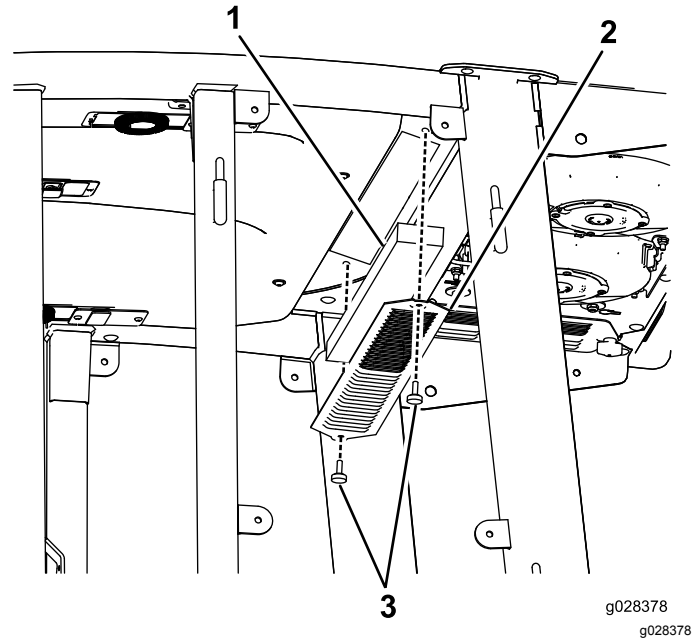
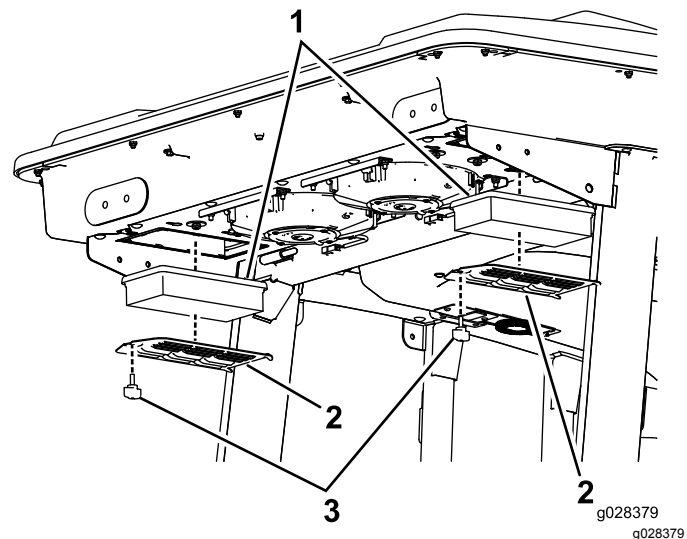
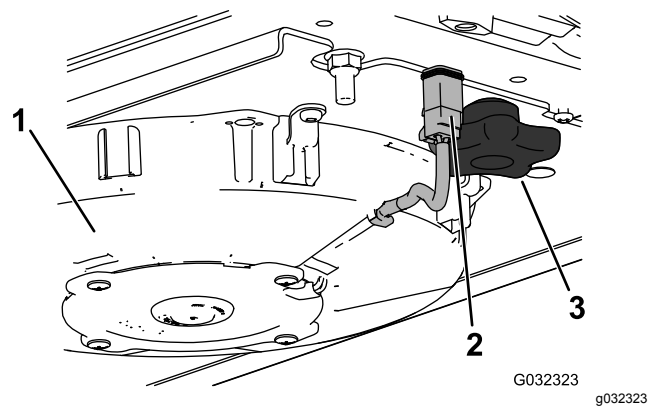
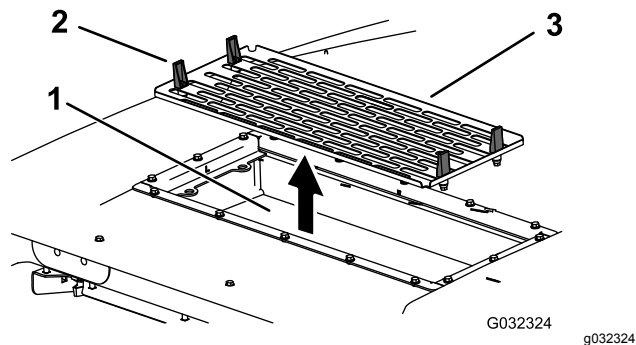

Bild 135
Bild 136
Bild 138
Bild 139
1. Nehmen Sie die Schrauben und Gitter von den internen und hinteren Kabinenluftfiltern ab (Bild 135 und Bild 136).
4. Öffnen Sie die vier Riegel an der Klimaanlage und nehmen Sie das Gitter ab (Bild 139).
2. Schließen Sie das Kabel jedes Lüfters ab (Bild 138).
5. Entfernen Sie die Luftfilter (Bild 136).
7. Bauen Sie Luftfilter, Gitter und Klimaanlage wieder ein (Bild 136, Bild 138 und Bild 139).
8. Schließen Sie das Kabel jedes Lüfters an (Bild 138).